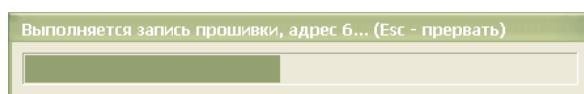

Рисунок 16
7) Начнется процесс записи встроенной программы БПДД-САН, который может занять несколько секунд (рисунок 16).